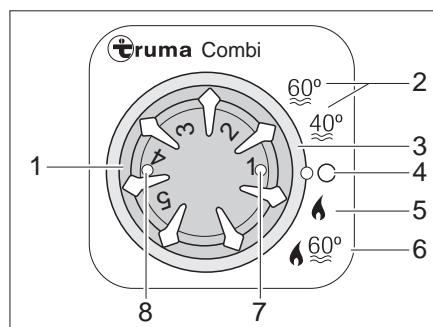

Bild 206 Bedieneinheit für Heizung/Boiler
*Betriebsart wählen:* ■ Betriebsart mit dem Drehschalter (Bild 206,3) einstellen.
**Winterbetrieb** Die Heizung wählt nach eingestellter Heizstufe selbstständig die benötigte Brennerstufe. Bei Betriebsart "Heizung und Boiler" (Bild 206,6) wird auch das Wasser im Boiler erhitzt. Die Heizung kann in der Betriebsart "Heizung ohne Boiler" (Bild 206,5) mit leerem Boiler betrieben werden.
- Temperatordrehknopf (Bild 206,1) an der Bedieneinheit auf gewünschte Heizstufe stellen.
- Drehschalter (Bild 206,3) auf Winterbetrieb "Heizung ohne Boiler" (Bild 206,5) oder auf Winterbetrieb "Heizung und Boiler" (Bild 206,6) stellen.
Grüne Kontroll-Leuchte (Bild 206,7) leuchtet.
- Drehschalter (Bild 206,3) auf "O" (Bild 206,4) stellen.